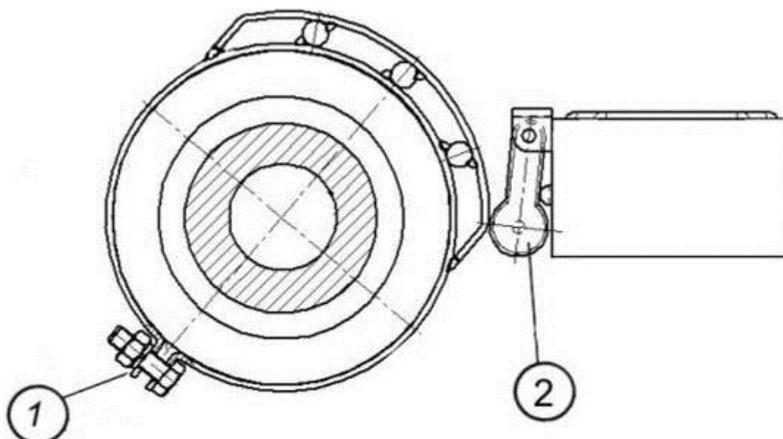
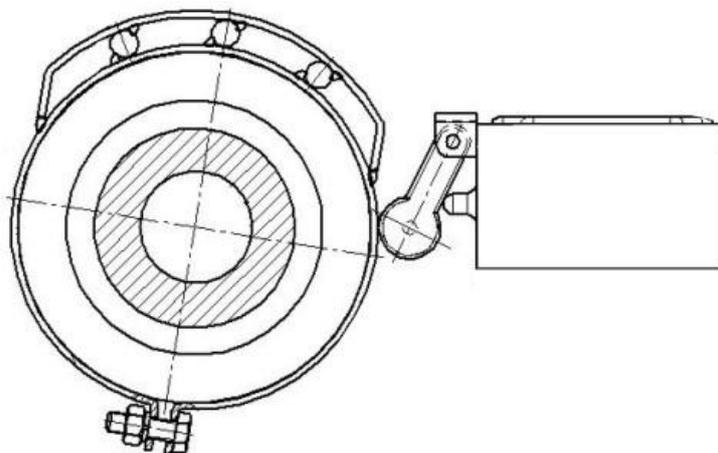
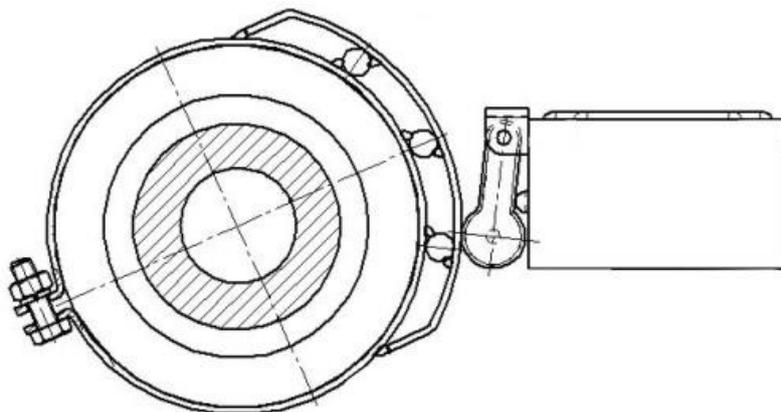

Рис. 6.4.11
Рис. 6.4.12
Рис. 6.4.13
3. Ослабьте зажим кулачка 1 на передней балке и поворачивайте кулачок до тех пор, чтобы ролик концевого выключателя 2 находился в конце наклонного выступа и был сжат (рис.6.4.11). Закрутите зажим кулачка 1.
4. Поднимите раму до отказа и убедитесь в том, что выключатель отжат и ролик не касается поверхности наклонного выступа кулачка (рис.6.4.12). В транспортном положении выключатель должен быть полностью отжат.
5. В рабочем положении при севе, когда рабочие органы находятся в земле, выключатель сжат, и ролик находится на выступе кулачка (рис.6.4.13).
ЭТО ВАЖНО: Конструкция концевого выключателя подразумевает две пары контактов при подключении электропровода к нему. Одна пара работает на замыкание контактов, другая на размыкание. При подключении электропроводов нужно использовать пару контактов, работающую на размыкание. То есть в рабочем положении посевного комплекса при севе (рис. 6.4.11 и рис. 6.4.13) контакты концевого выключателя должны быть разомкнуты. В транспортном положении (рис. 6.4.12) контакты концевого выключателя замыкаются, отключается привод, подсчет основных параметров и останавливается поступление семян из бункера.